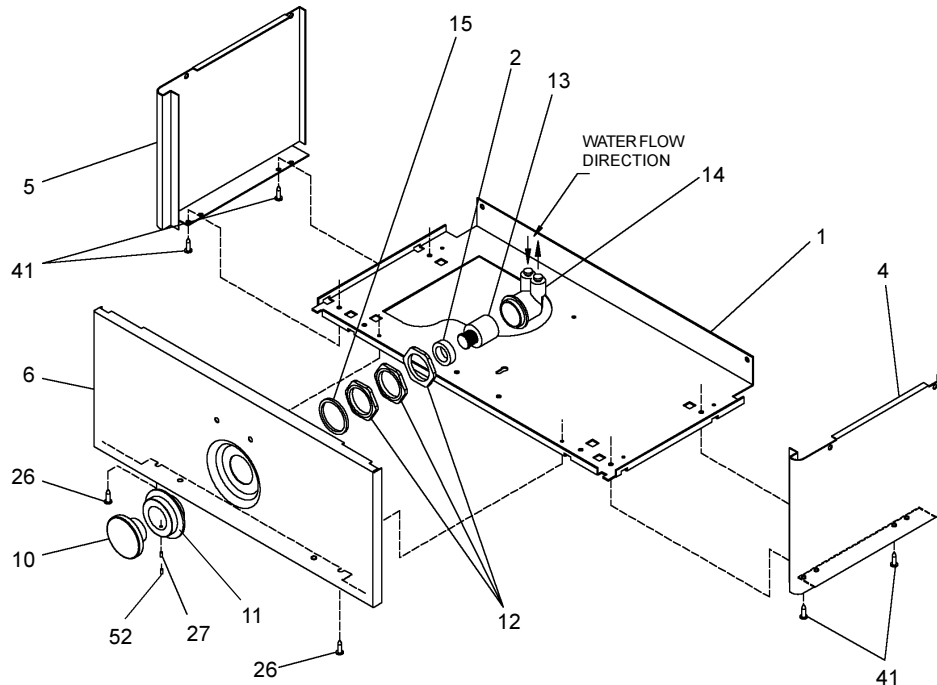

FIG. 2
- 8) Stream height is factory set at 45-50 PSI. If supply pressure varies greatly from this, adjust screw, accessible by removing Item 10, Fig. 2. CW adjustment will raise stream and CCW adjustment will lower stream. For best adjustment, stream should hit basin approximately 6-1/2" (165mm) from bubbler.
- 8) La pression du jet est réglée en usine 3,1 et 3,4 bars. Si la pression d'alimentation varie fortement de cette valeur, régler la vis, accessible en déposant l'article 10, fig. 2. Un réglage dans le sens des aiguilles d'une montre relève le jet, et un réglage dans le sens contraire l'abaisse. Pour un réglage optimum, le jet doit frapper le bassin à environ 165 mm du barboteur.